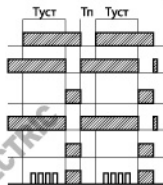

Рисунок 12. Схема работы реле PB1 (в режиме работы А) и реле PB4
2. Для реле РВ1 в режиме А и реле РВ4 нагрузки, подключенные к контактам 1-3 и 8-6, работают в режиме 2р переключения — задержка включения (см. рисунок 12).